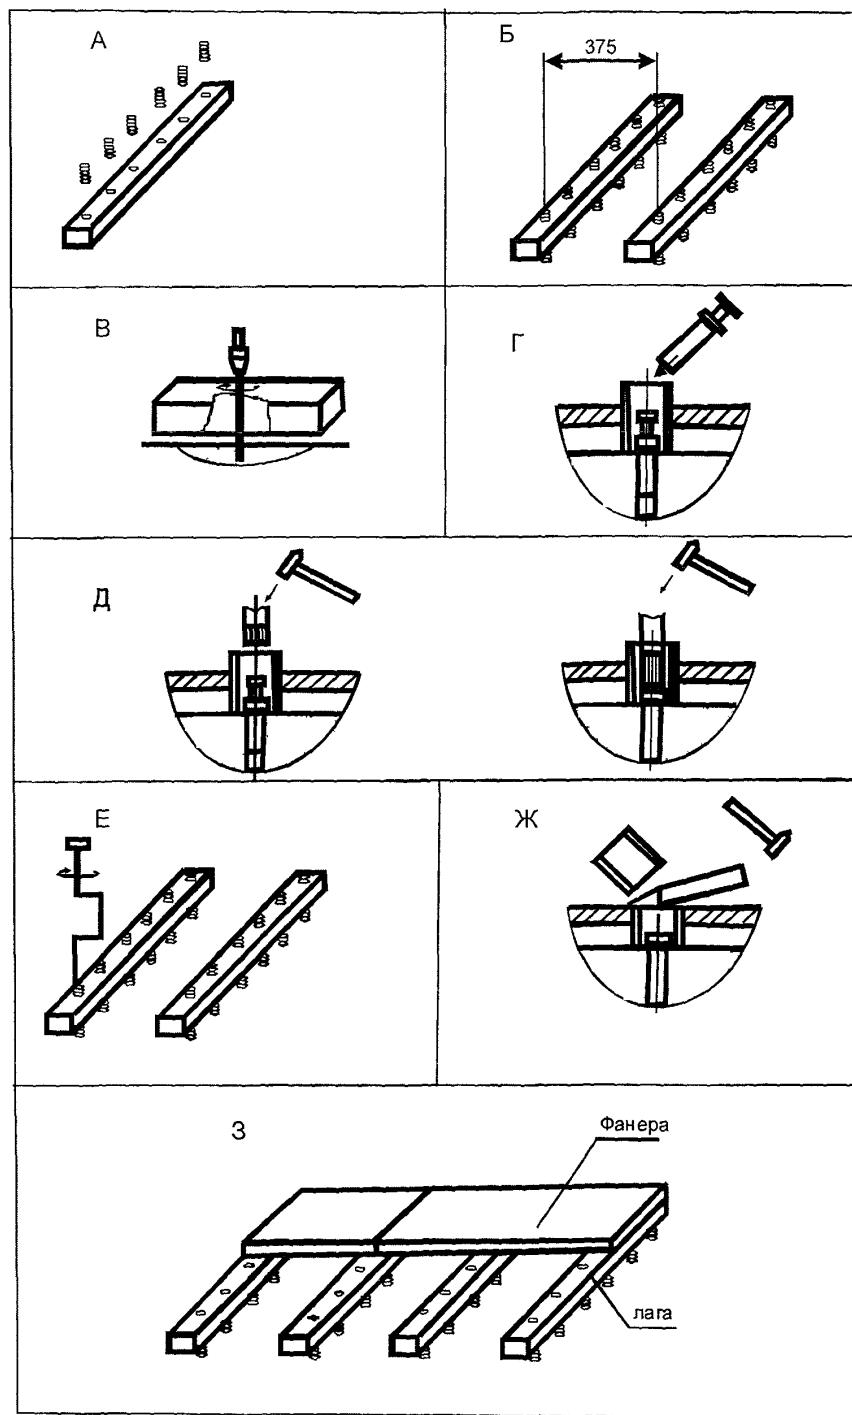

Рис. 4 Последовательность операций при установке регулируемых лаг и закреплении к ним сборной стяжки.
5.60 При значительных неровностях подстилающего слоя, а также при необходимости укладки сборной стяжки по тепло-звукозолирующему слою или прохождении под стяжкой труб возможно выполнение сборной стяжки из фанеры по регулируемым лагам со сквозными резьбовыми отверстиями (рис. 4).
5.62 Перед установкой в отверстия лаг ввинчиваются пластиковые болт-стойки, на которые опираются лаги (рис. 4а).
5.64 В болт-стойку помещают дюбель-гвоздь, который на неполную глубину забивают с помощью дробника в отверстие, выполненное в перекрытии (рис. 4г, д).
5.65 С помощью завинчивающего инструмента регулируют необходимое положение лаг по уровню (рис. 4е) и окончательно закрепляют лаги к перекрытию с помощью дюбель-гвоздя, после чего выступающие части болтов-стоек срезают с помощью стамески (рис. 4ж).